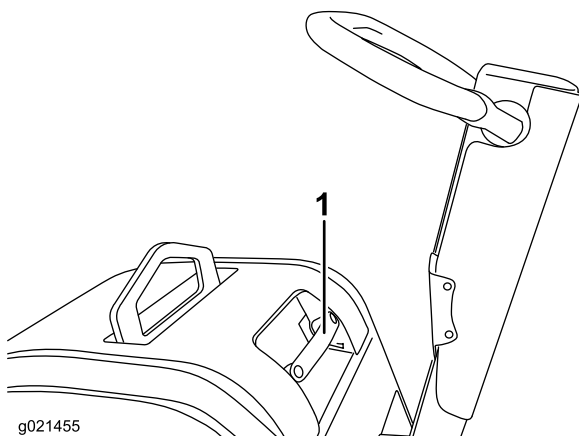

Figure 8
2. Soulevez le couvercle (Figure 8).